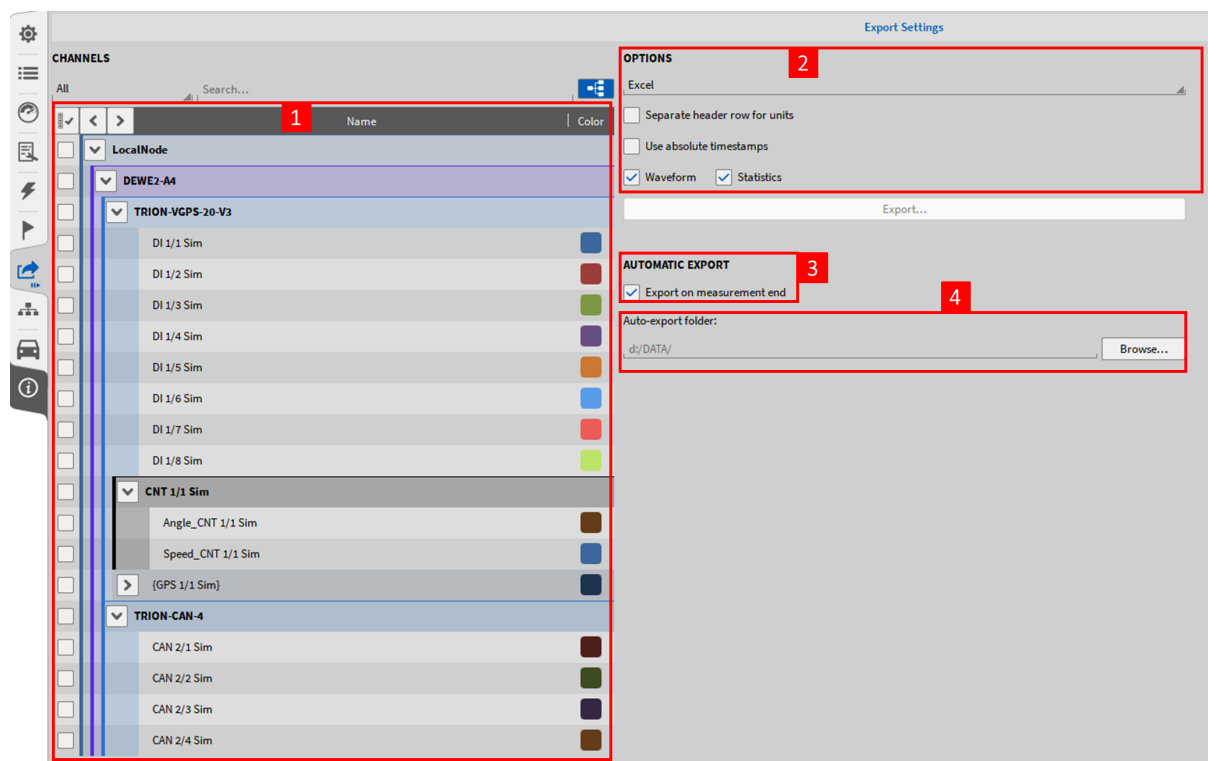

Abb. 11.25: Export-Menü, automatischer Export
- Öffnen Sie das Export-Menü auf die volle Größe (siehe Abb. 11.25):
- Wählen Sie entweder alle oder einzelne Kanäle, welche automatisch exportiert werden sollen, nachdem die Messung zu Ende ist (siehe ① in Abb. 11.25) auf der linken Seite in der Kanalliste.
- Wählen Sie das gewünschte Datenformat und die jeweiligen Exportoptionen (siehe ② in Abb. 11.25).
- Klicken Sie auf die Checkbox *Export nach Aufzeichnungsende* (siehe ③ in Abb. 11.25).
- Definieren Sie den Ordner, in welchem die Daten für den automatischen Export gespeichert werden sollen (siehe ④ in Abb. 11.25).